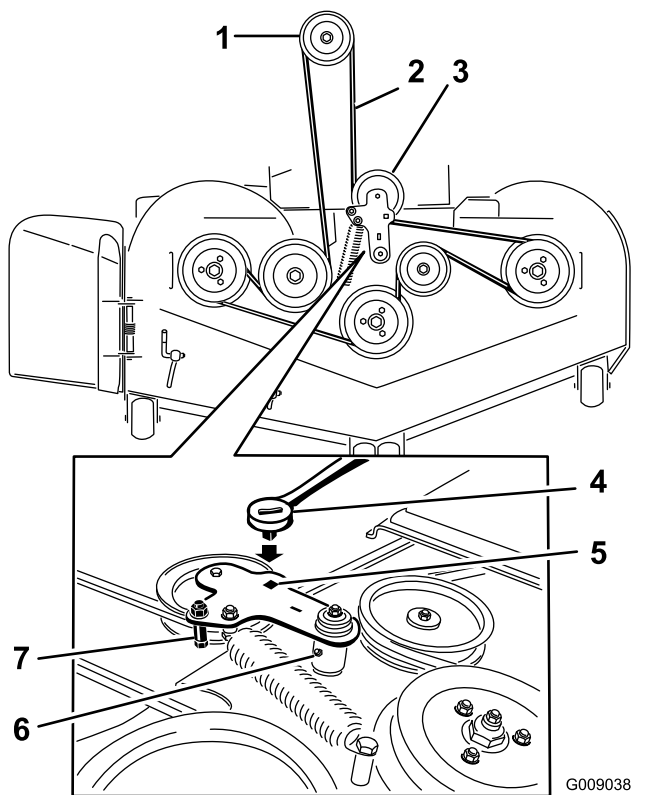

Figure 87
- Insérez un rochet dans le trou carré du bras de la poulie de tension pour détendre le ressort de la poulie de tension (Figure 87).
- Enlevez le guide-courroie situé sur le bras de la poulie de tension rappelé par ressort (Figure 87).
- Acheminez la courroie neuve autour des poulies du tablier de coupe et de la poulie d'embrayage, sous le moteur (Figure 87).
- Montez le guide-courroie sur le bras de la poulie tension (Figure 87).
- Insérez le rochet dans le trou carré et montez le ressort de la poulie de tension (Figure 87).